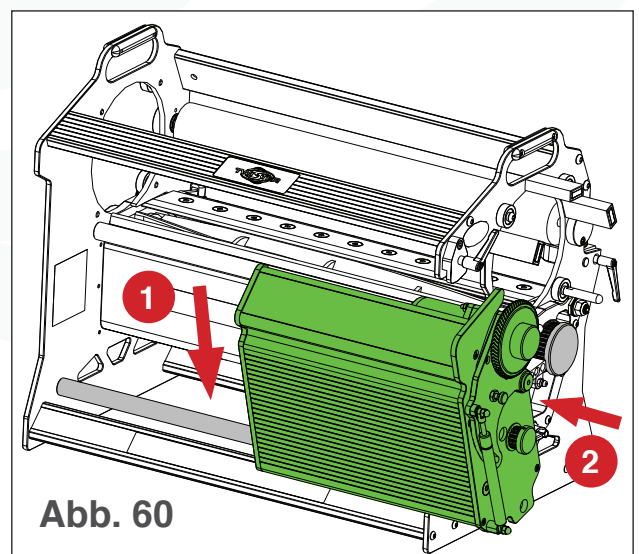

Abb. 60
2. Platzieren Sie den Steuerkasten auf die Steuerkasten-Stützstange (siehe Abb. 60).
3. Schieben Sie den Kasten nach links, so dass er auf den Führungstift des Steuerkastens gleitet (siehe Abb. 60).